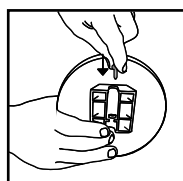

FIGURE 11
14. Introduire la vis fournie par l'arrière du carter d'essieu. **FIGURE 11.**